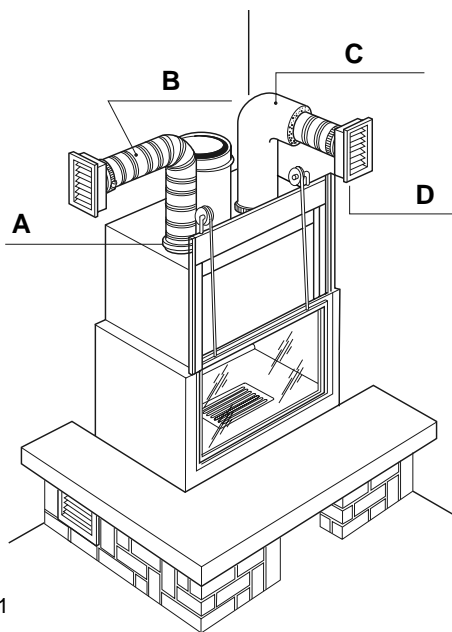

Fig. 5.7.1
5.7.1 Raccordo in controcappa per riscaldamento in unico ambiente (Fig. 5.7.1)
Applicare i tubi flessibili (Ø 140 mm) per la distribuzione d'aria calda alle bocchette di uscita, sopra la cappa, fissandoli con le apposite fascette. Insonorizzare i tubi rivestendoli con materiale isolante (materassino di lana di roccia) (Fig. 5.7.1: **A**-fascette, **B**-tubo di distribuzione, **C**-coibentazione, **D**-bocchette).
5.7.1 Protection hood connections for heating one room (Fig. 5.7.1)
(Fig. 5.7.1: **A**-Clamps, **B**-Distribution pipe, **C**-Insulation, **D**-Air outlet grille)
5.7.1 Anschluss an eine Gegenhaube zum Heizen eines Einzingen Räumes (Abb. 5.7.1)
Die Schläuche (\varnothing 140 mm) für die Warmluft an den Auslaßstutzen über der Abzugshaube anordnen und mit den dafür vorgesehenen Rohrschellen befestigen. Die Schläuche mit schalldämpfendem Material (Steinwolle) isolieren (Abb. 5.7.1: **A**-Rohrschelle, **B**-Verteilungsleitung, **C**-Isolierung, **B**-Stutzen).